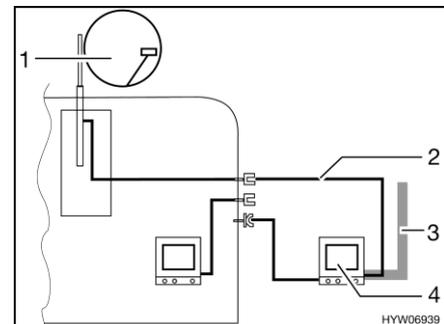

Fig. 148 TV nella tenda veranda
- TV nella tenda veranda (Fig. 148,4): Collegamento all'antenna del tetto (Fig. 148,1) con cavo di collegamento (Fig. 148,2)
- TV nella tenda veranda (Fig. 148,4): Collegamento a antenna esterna (Fig. 148,3)